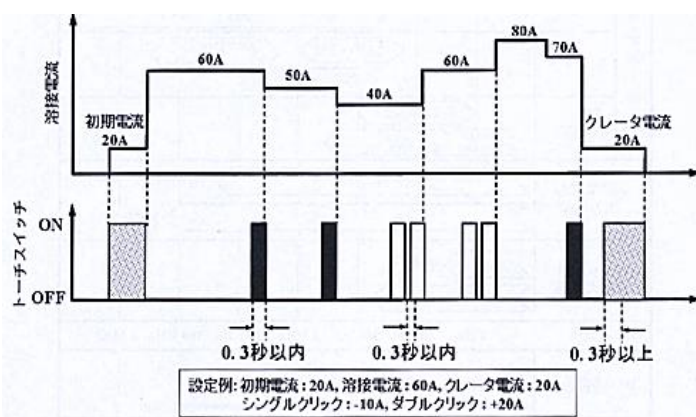

図 266-1 トーチスイッチによる電流微調整
- 例えば，図 266-1 のように溶接電流を 60A とし，シングルクリックによる電流減少値を 10A，ダブルクリックによる電流増加値を 20A に設定している場合，溶接中にトーチスイッチをシングルクリックすると溶接電流は 60A から 10A 減少して 50A になる。再度シングルクリックすると 40A となり，次にダブルクリックすると 20A 増加して，溶接電流は 60A に戻る。なお，トーチスイッチを 0.3 秒以上長押しするとクレータ処理へ移行して溶接を終了する。